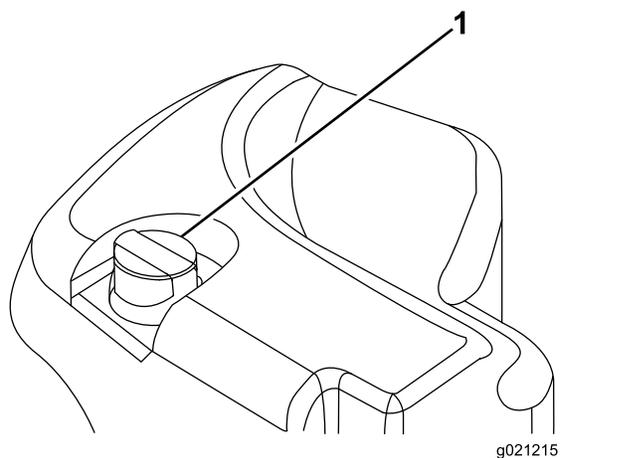

図 72
2. 油圧オイルタンクの注油口周辺をきれいに拭き、キャップ 図 72 を外す。